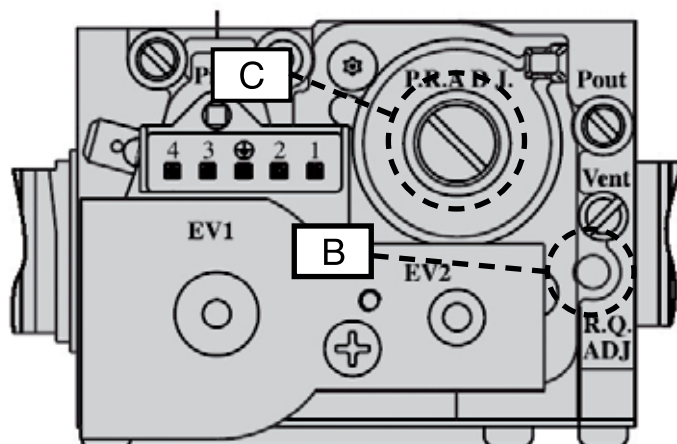

Рис. 25
- отрегулировать значение CO2 дымовых газов, вращая соответствующий регулятор **B** (рис. 25), и убедиться в том, что оно не превышает параметры, представленные в таблице 12;
- отрегулировать значение CO2 дымовых газов, вращая соответствующий регулятор смещения **C** (рис. 25), и убедиться в том, что оно не превышает параметры, представленные в таблице 12;